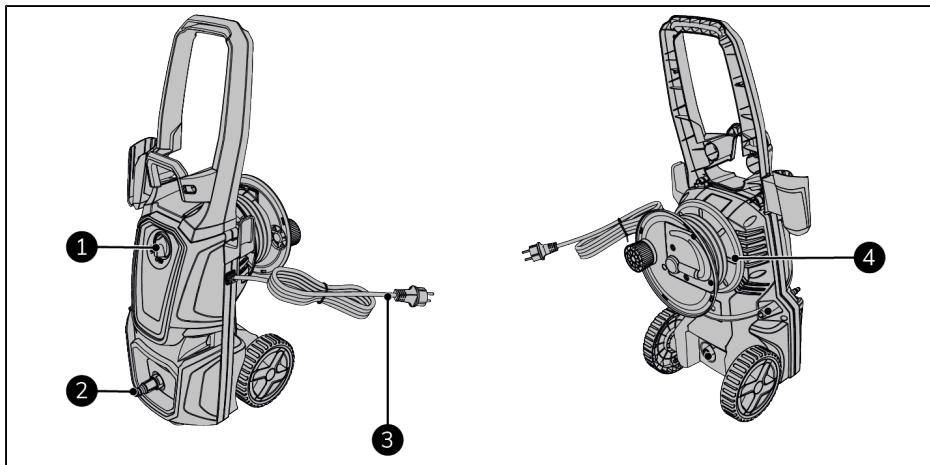

Figure 72.
2. Assurez-vous que le commutateur MARCHE(I) / ARRÊT(0) est en position ARRÊT(0) (Figure 72, pos. 1).
3. Insérez la fiche d'alimentation (Figure 72, pos. 3) dans une prise facilement accessible.
4. Déroulez le tuyau d'eau haute pression de l'enrouleur (Figure 72, pos. 4).
5. Raccordez l'alimentation en eau à l'appareil (Figure 72, pos. 2).